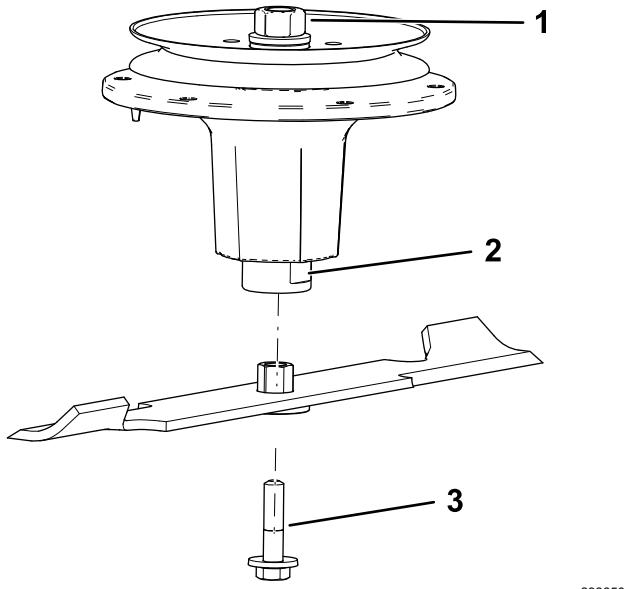

Figura 81
- Instale el conjunto de buje/cuchilla en el eje (Figura 81).